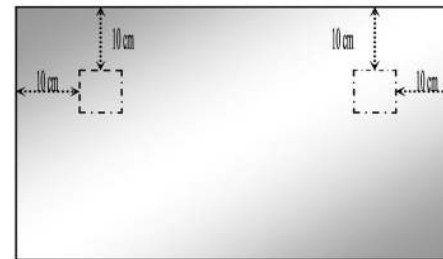

Abbildung 1
Markieren Sie vorher die Position der Haltebleche mit Hilfe eines Bleistifts und eines Maßstocks entsprechend der Abbildung 1. Dann ziehen Sie die Schutzfolie von den Halteblechen ab. Anschließend legen Sie die Haltebleche mit Öse nach oben auf die Markierung, und drücken diese kräftig und gleichmäßig auf der Spiegelrückseite an. Achten Sie darauf, dass sich keine Luftbläschen bilden. Bevor Sie den Spiegel aufhängen vergewissern Sie sich bitte, dass die Haltebleche an der Spiegelrückseite korrekt und fest sitzen.
2. Erstellen Sie nun die Befestigungsbohrungen an der Wand. Je nach Ausrüstung des Spiegels bestimmen Sie die notwendige Position der Bohrung entsprechend der Abbildung 1